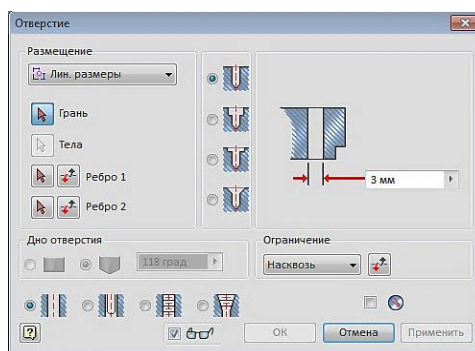

Рис.3.7. Окно «Размещение»
8. В раскрывающемся списке «Размещение» диалогового окна «Отверстие» выберите «Линейные размеры» (рис. 3.7).